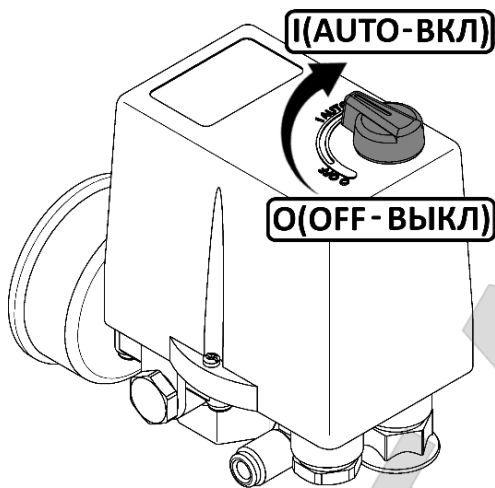

Рисунок 3
- Проверьте, чтобы выключатель на реле давления находился в выключенном положении "O" или "OFF", в зависимости от исполнения (рисунок 3).
- Выключить компрессор выключателем **3** на реле давления (рис. 4-5). Для этого необходимо переключить выключатель в положение "О" или "OFF", в зависимости от исполнения (рис. 3). После этого остановится электродвигатель и произойдет сброс давления из нагнетательного воздухопровода и поршневого блока.
- Переключите выключатель **3** на реле давления в положение "О" или "OFF", в зависимости от исполнения (рисунок 3).